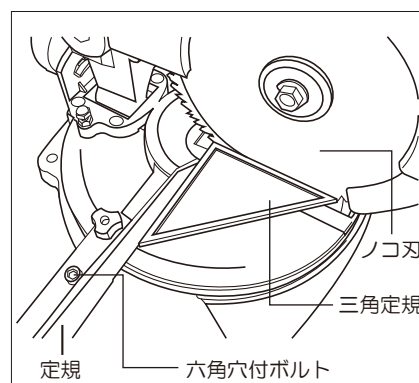

図13
- ③ハンドルを押さえてストッパツマミで固定し、ノコ刃の側面と定規にかね尺、または三角定規を当て、ノコ刃と定規が直角になるように調整してください。(図13参照)
- ④定規が動かないように注意して六角穴付ボルト2本を締め付けてください。